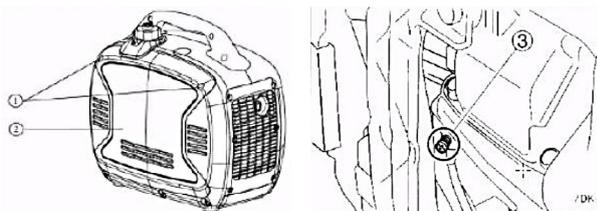

Abb. 5: Ablass-Schraube am Vergaser öffnen (PG-I 20 S)
Schritt 4: Die Abdeckung abnehmen und die Ablass-Schraube am Vergaser öffnen (Abb. 5), um das Benzin aus dem Vergaser abzulassen.